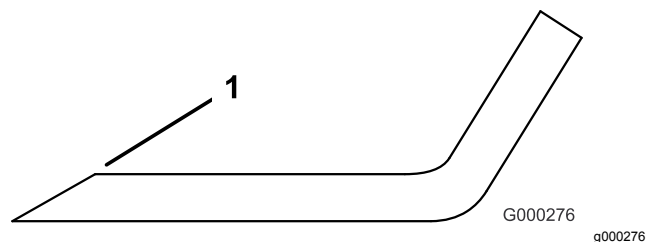

Рисунок 75
1. Заточите режущие кромки на обоих концах ножа (Рисунок 75).